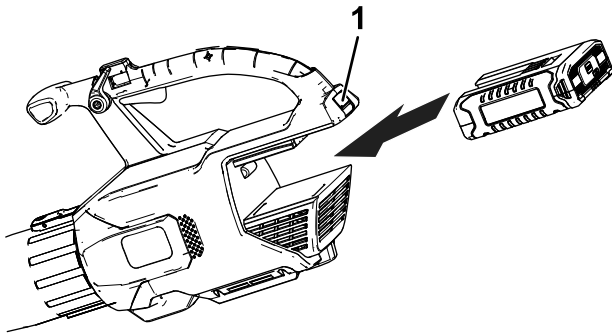

Bild 3
2. Fluchten Sie das Loch im Akkupack mit der Zunge im Holmgehäuse aus, fassen Sie den Holm an und drücken Sie das Akkupack in den Holm, bis der Riegel einrastet (Bild 3).